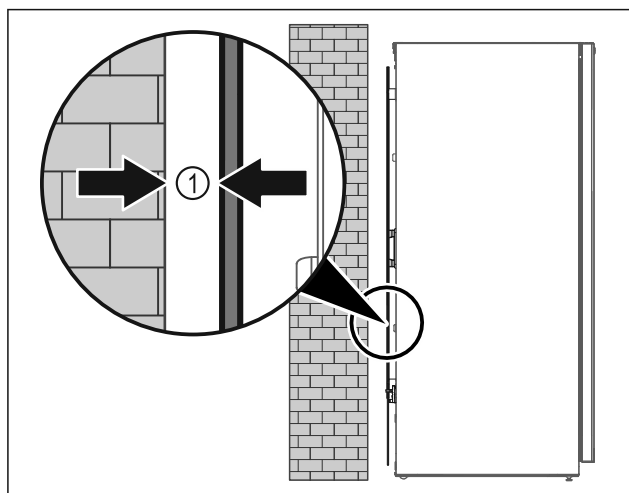

Fig. 47
- ▶ Ustavte spotřebič buď volně v místnosti nebo přímo u stěny v minimální vzdálenosti 5 mm Fig. 47 (1).